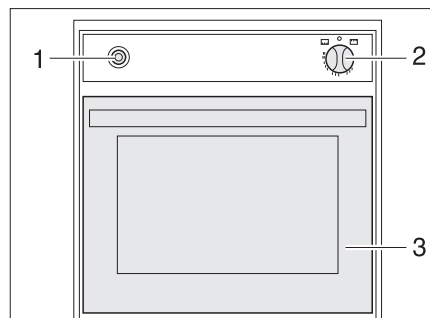

Bild 216 Gasbackofen (Spinflo)
- Backofenklappe (Bild 216,3) ganz öffnen.
- Drehregler (Bild 216,2) leicht drücken und auf "🔥" (Backofen) oder "GRILL" (Grill) stellen.
- Drehregler (Bild 216,2) drücken und 5 bis 10 Sekunden lang gedrückt halten. Es strömt Gas zum Brenner.
- Zündschalter (Bild 216,1) so oft drücken, bis die Flamme brennt.
- Drehregler (Bild 216,2) auf "O" drehen. Die Flamme erlischt.